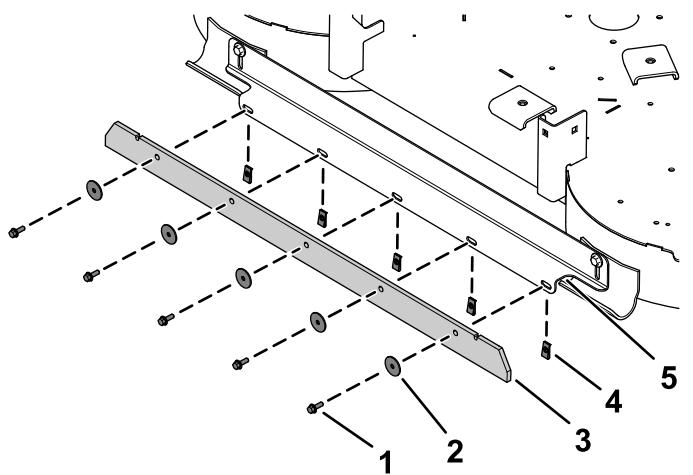

Figure 6
1. Vissez les 5 écrous rapides sur le support du traceur (Figure 6).
2. Fixez le racloir sur le support du traceur et les écrous rapides à l'aide de 5 vis à tête hexagonale (1/4 x 3/4 po) et 5 rondelles (Figure 6).